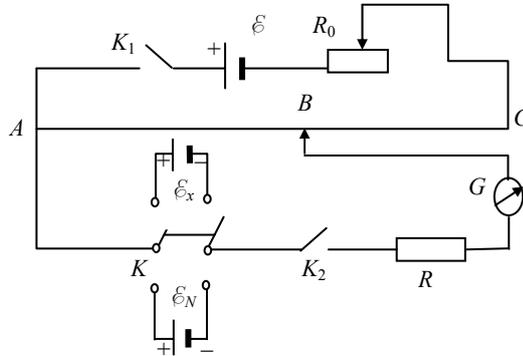

Рис. 2
Работа выполняется на установке, электрическая схема которой дана на рис. 2. Здесь E – источник питания постоянного тока; G – гальванометр; ABC – реохорд; K_1 и K_2 – ключи; K – перекидной ключ, позволяющий поочередно включать элементы ε_N и ε_x ; R – балластное сопротивление, включаемое для уменьшения тока в цепи нормального элемента и гальванометра в начальные моменты опыта, так как через нормальный элемент можно пропускать ток, не превышающий 10^{-5} А (это ограничение существенно и для гальванометра); R_0 – переменное сопротивление, с помощью которого можно изменять условия опыта.
1. Ознакомьтесь с устройством установки и проверьте правильность сборки элементов согласно схеме на рис. 2, обратите внимание на полярность источников ε_x и ε_N .